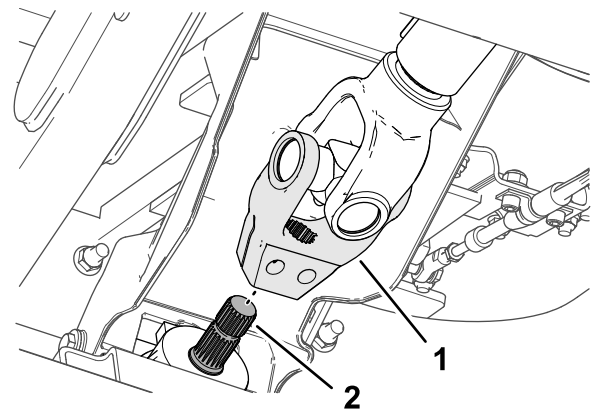

Bild 15
5. Richten Sie die Verzahnung des Antriebswellenjochs auf die Verzahnung der Eingangswelle des Anbaugeräts (Bild 15) aus und schieben Sie das Joch über die Welle.